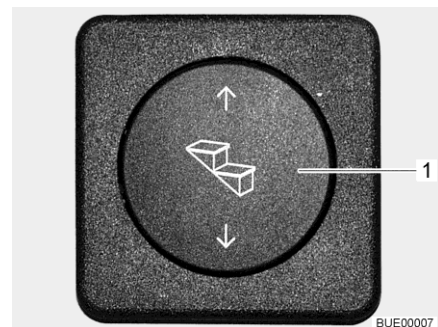

Bild 9 Bedientaster Eintrittstufe
- Wipptaster (Bild 9,1) unten drücken und gedrückt halten (mindestens 3 Sekunden), bis die Eintrittstufe vollständig ausgefahren ist.
- Wipptaster (Bild 9,1) oben drücken, bis die Eintrittstufe vollständig eingefahren ist.